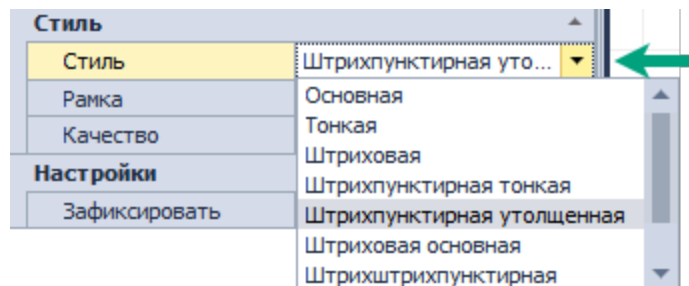

Рис. 415 Отображение рамки рисунка
- Пункт «Рамка», поле «Стиль» - включение/выключение отображения рамки рисунка. Тип рамки выбирается из выпадающего списка в пункте «Стиль поля «Стиль», Рис. 415.